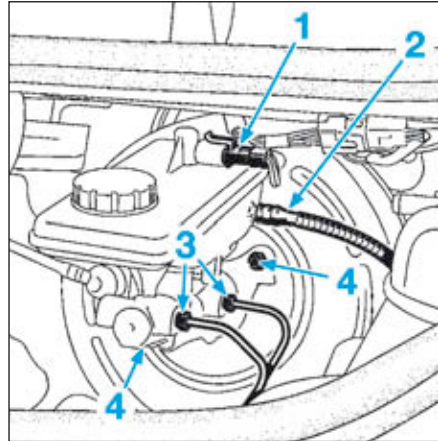

FIG.10
- Débrancher le connecteur électrique (1) du niveau de liquide de frein (Fig.10).